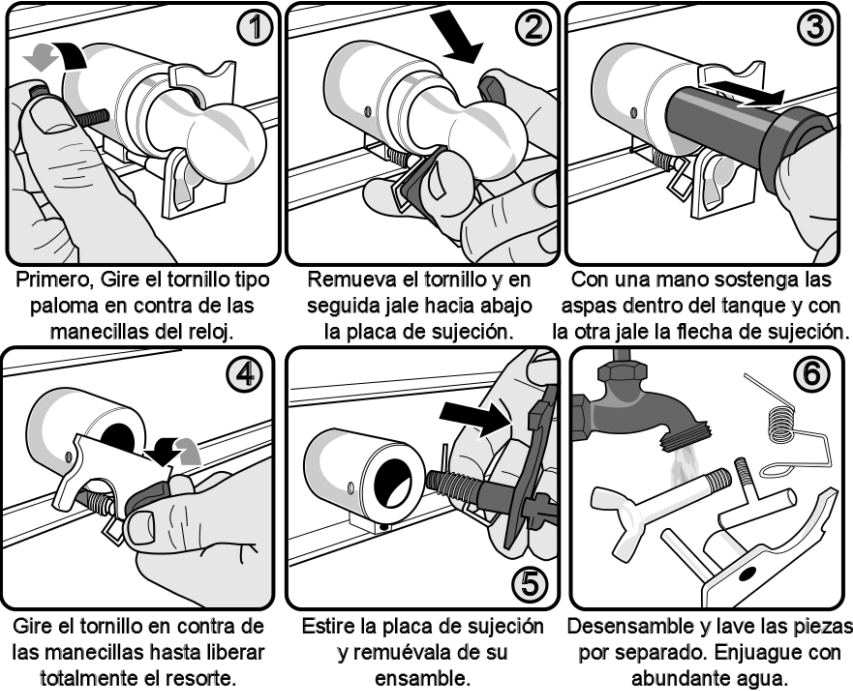

FIG. 7 PASOS PARA REMOVER Y LIMPIAR EL SISTEMA DE SUJECIÓN DE LAS ASPAS
### Cómo desensamblar la unidad de Mezclado (Es necesario liberar el sistema de sujeción, ver Fig. 7).
1. Abra la tapa del tanque (19).
2. Remueva y limpie las aspas y su sistema de sujeción (**Ver Fig. 7**).
4. Limpie bien entre las uniones y las cavidades de los empaques (10) y (11) para evitar que los restos de carne alojados se lleguen a podrir creando condiciones insalubres.